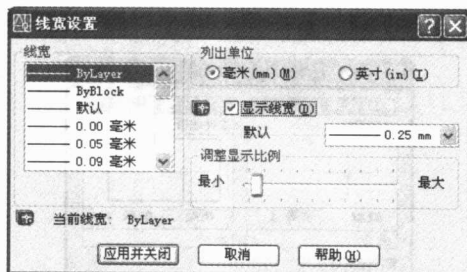

图 1-10 “线宽设置”对话框
(2) 单击【线宽设置】按钮，弹出“线宽设置”对话框，如图 1-10 所示。
(3) 选中“显示线宽”复选框，拖动“调整显示比例”滑块到合适的位置上，单击【应用并关闭】按钮，返回“选项”对话框。
(4) 单击【确定】按钮，完成设置。